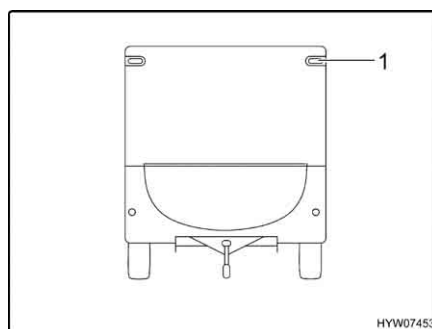

Fig. 143 Luci frontali
- Svitare le viti degli involucri (Fig. 143,1).